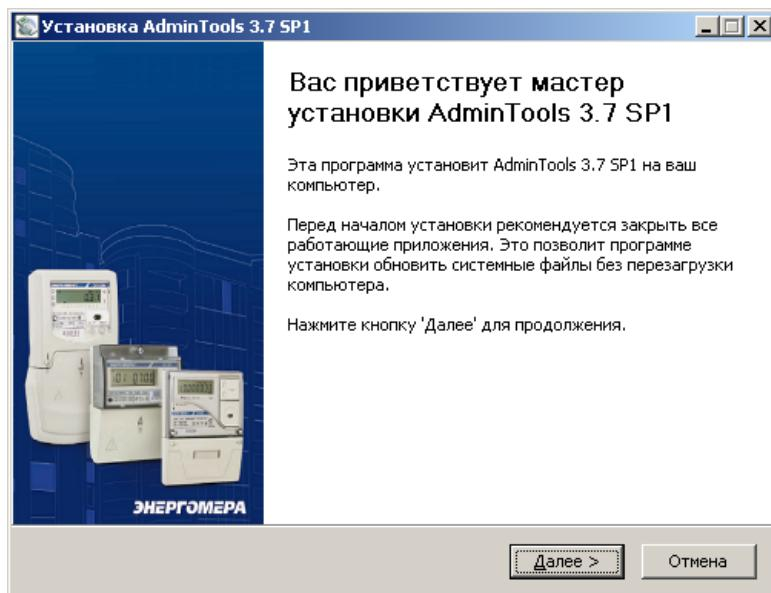

Рисунок 20 – Окно «Мастер установки программы»
Пример окна приветствия мастера установки представлен см. рисунок 20 (в последующих версиях AdminTools внешний вид мастера может быть изменен).
5.2.1 Нажать кнопку «Устройство» на панели инструментов. Выбрать тип устройства «СЕ102» в проводнике устройств, находящемся в левом верхнем углу, одним нажатием левой кнопки мыши или в главном окне программы двойным нажатием кнопки мыши (см. рисунок 20).